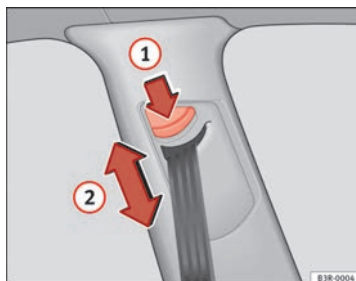

Fig. 16 Ajuste de la altura del cinturón (dispositivo-guía)
- Pulse la tecla ⇒ fig. 16 ① para ajustar la altura del cinturón.
- Desplace el dispositivo-guía hacia arriba o hacia abajo, de modo que la banda del hombro se deslice aproximadamente por el centro del mismo, pero **en ningún caso sobre el cuello** ⇒ fig. 16 ② ⇒ ⚠ en Colocación de la banda del cinturón de la página 25.